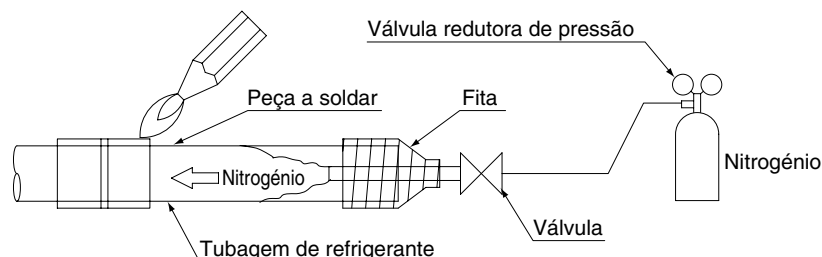

Fig. 5
- Ao soldar a tubulação de refrigerante, comece a trabalhar após ter substituído o nitrogênio (\* 1) ou executam soldar quando o nitrogênio flui na tubulação refrigerante (\* 2) (**Consulte a Fig. 5**), e na extremidade fêz as conexões de unidade interior e alargamento da unidade de BS alargar-se ou brida.